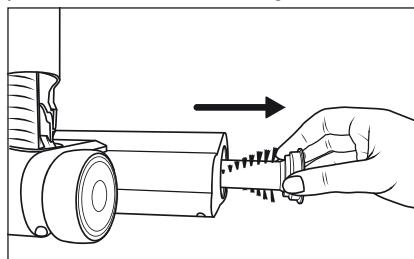

Fig. 27
- 3) Tire del rodillo de cepillos 20 del cepillo para suelos 21 (consulte la fig. 27).